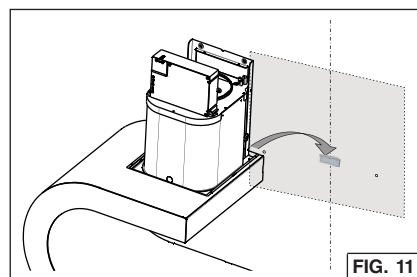

FIG. 11
1. Suspendez la hotte à la bride de montage mural. Fig. 11.